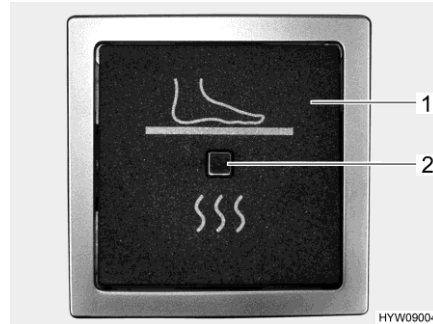

Bild 131 Schalter (elektrische Fußbodenheizung)
- Den Wippschalter (Bild 131,1) drücken. Die Kontroll-Leuchte im Schalter (Bild 131,2) leuchtet.
- Den Wippschalter (Bild 131,1) drücken. Die Kontroll-Leuchte (Bild 131,2) im Schalter erlischt.